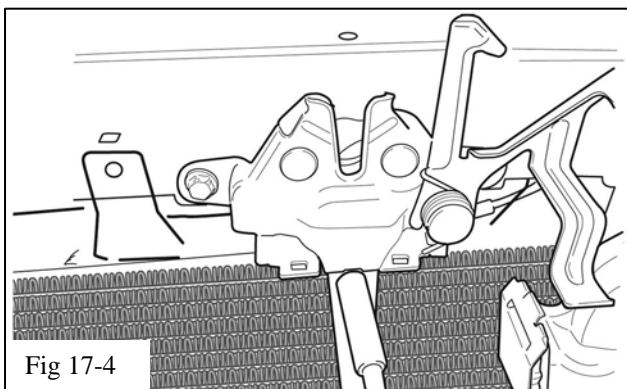

Fig 17-4
- (d) Reinstall the hood lock assembly (Fig 17-4).